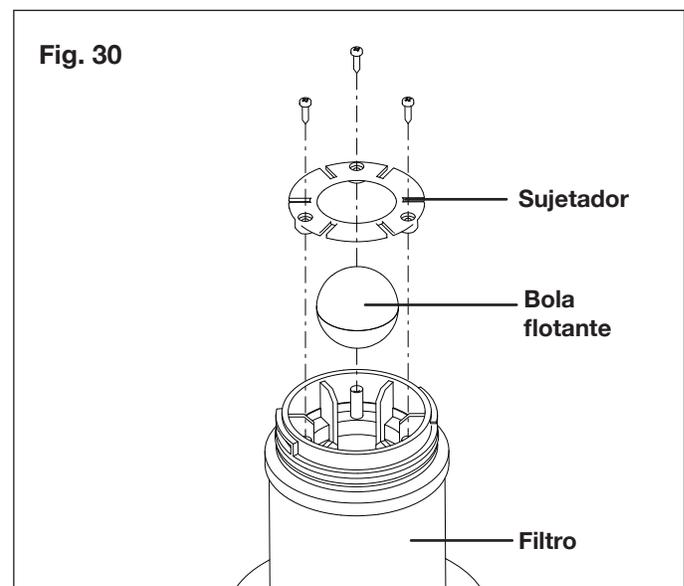

Fig. 30
4. En lugar de ser reemplazado, el ensamblado de filtro para polvo puede ser lavado. Use un destornillador para retirar los tres tornillos que aseguran el sujetador negro. Saque la bola flotante (Fig. 30).